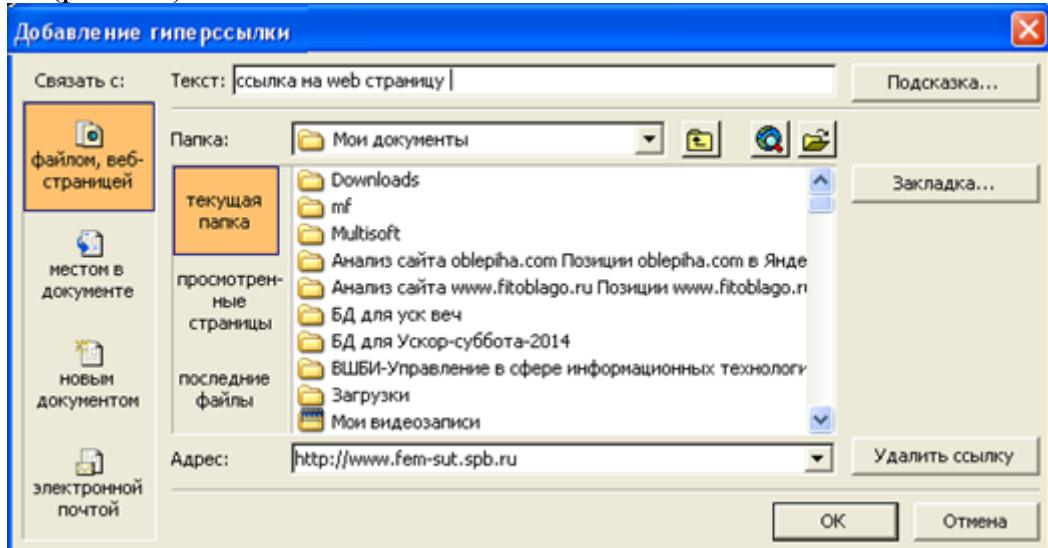

Рис.9.3.Добавление гиперссылки на веб-страницу.
5.1. Выделить задачу. Выполнить команду из меню **Insert(Вставка) - Hyperlink(Гиперссылка)** или из контекстного меню. В окне “Добавление гиперссылки” сделать выбор “Связать с: файлом, веб-страницей; Ввести текст ссылки в поле Текст; ввести адрес ссылки в поле Адрес. Перейти по ссылке (рис.9.3).